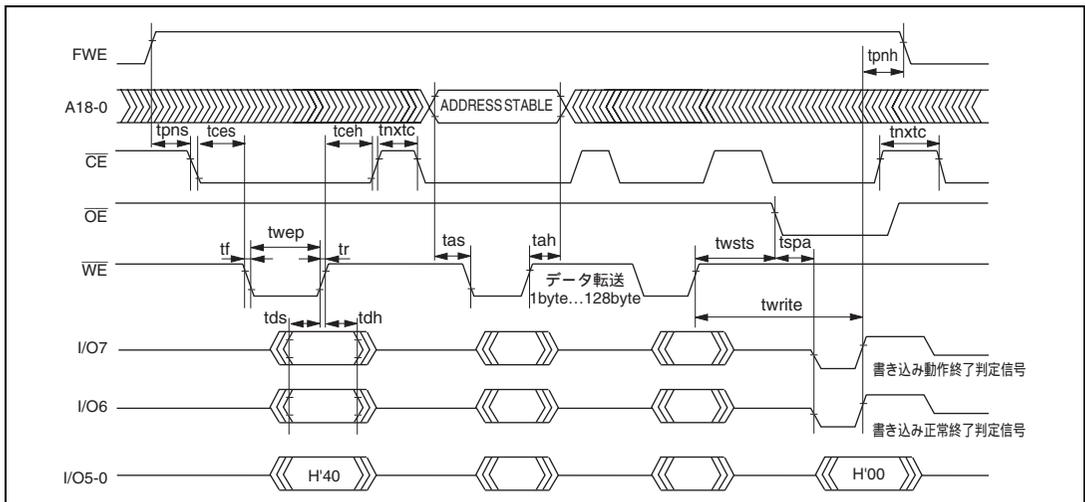

図 19.52 自動書き込みモードのタイミング波形
- (1) 自動書き込みモードでは、128バイト同時書き込みを行います。これは、バイトデータを128回連続で転送してください。
- (2) 128バイト以下の書き込みでも128バイトのデータ転送を行う必要があります。必要ないアドレスへのメモリ書き込みは、データをH'FFにして書き込みを行う必要があります。
- (3) 転送するアドレスの下位7ビットは、ロー状態にしてください。有効アドレス以外を入力した場合は、メモリ書き込み動作に移行しますが、書き込みエラーとなります。
- (4) メモリアドレスの転送は、第2サイクルで行います(図19.52)。第3サイクル以降では転送しないでください。
- (5) 書き込み動作中は、コマンド書き込みを行わないでください。
- (6) 書き込みは、各アドレスの128バイト単位のブロックに対して、1回の自動書き込みで行ってください。すでに書き込まれたアドレスブロックへの2回以上の追加書き込みは行えません。
- (7) 自動書き込み正常終了の確認には、I/O6を調べることにより行います。または、ステータス読み出しモードを使用しても確認することができます(I/O7のステータスポーリングは、自動書き込み動作終了判定用端子です)。
- (8) ステータスポーリングのI/O6、I/O7の情報は、次のコマンド書き込みまで保持されます。次のコマンド書き込みが行われていなければ、 $\overline{\text{CE}}$ 、 $\overline{\text{OE}}$ をイネーブルにすることにより読み出し可能となります。